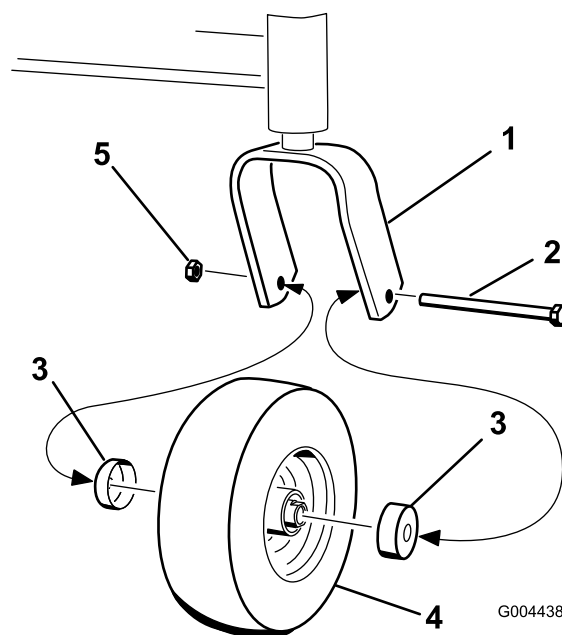

Figura 26
4. Togliere il dado e il bullone che sostengono la ruota orientabile alla forcella orientabile anteriore (Figura 26).
5. Togliere la protezione di tenuta dal mozzo della ruota (Figura 26).
17. Installate le protezioni di tenuta sui mozzi della ruota e inserite la ruota nella forcella orientabile (Figura 26).
18. Installate il bullone orientabile e serrate il dado (Figura 26).